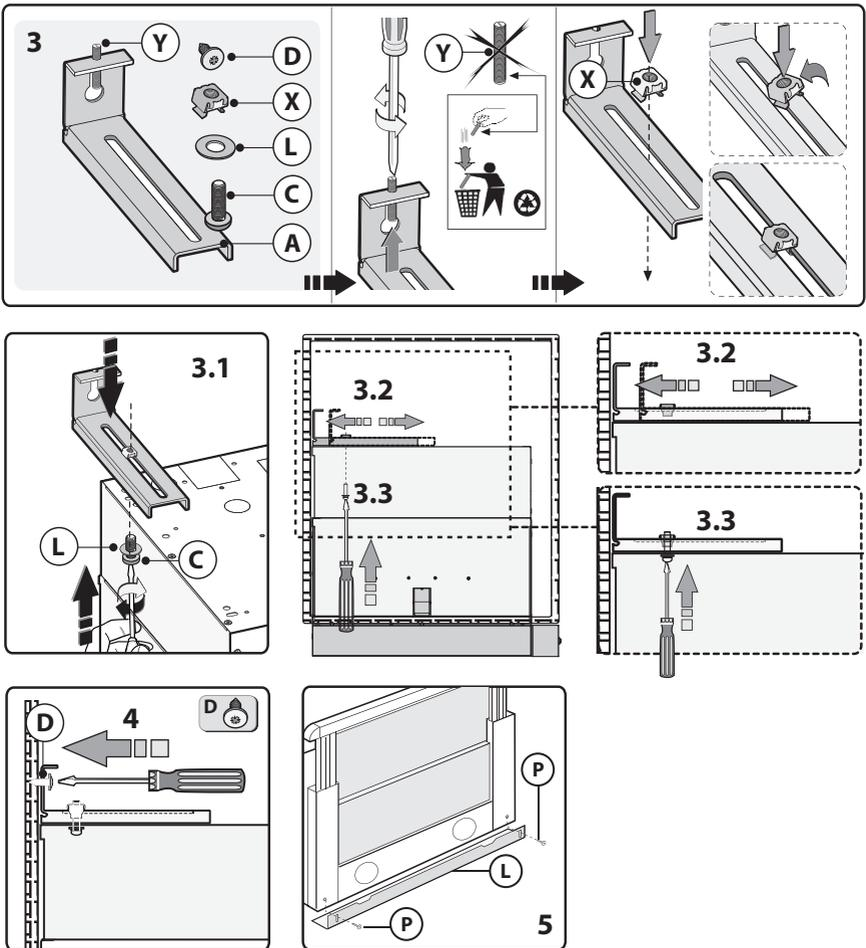

Fig.4
- Une fois la hotte solidement fixée aux armoires, ajuster l'entretoise L à l'aide des vis P afin que la hotte soit alignée avec l'arrière des armoires (Fig. 4, étape 5).
- 3 - Vérifier que la profondeur des armoires correspond aux requis énoncés à l'étape 2 de la Fig. 4.